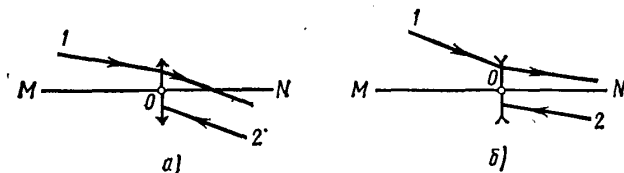

Рис. 28.8
6. На рис. 28.8, а, б, указаны положения главной оптической оси MN линзы и ход луча 1 . Построить ^{1*} ход луча 2 после преломления его линзой.